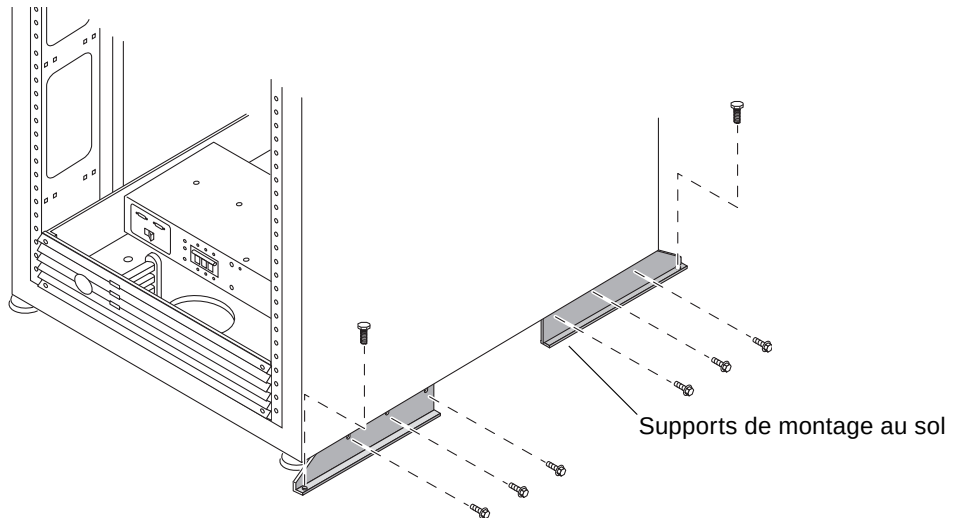

FIGURE 2-7 Fixation des supports de montage au sol
2. À l'aide d'une clé à cliquet de 7 ou 16 pouces et des vis de montage tout juste retirées, fixez les supports de montage au sol droits à l'avant et à l'arrière du system (FIGURE 2-7).